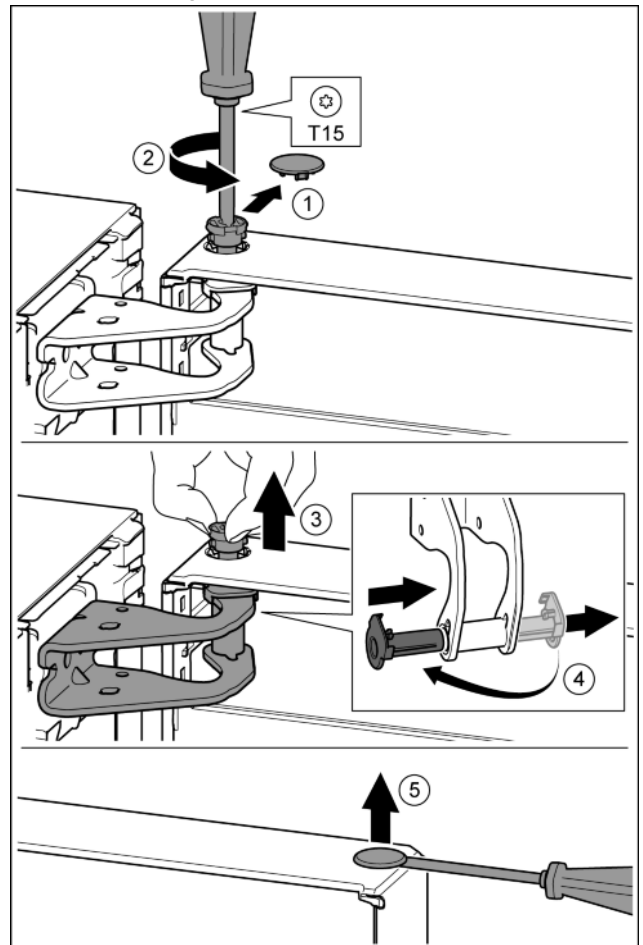

Fig. 10
- Veiligheidsafdekking voorzichtig eraf trekken. *Fig. 10 (1)*
- Bout met schroevendraaier T15 een stukje eruit draaien. *Fig. 10 (2)*
- De deur vasthouden en de bout met de vingers eruit trekken. *Fig. 10 (3)*
- Lagerbussen uit de geleiding trekken. Op de andere kant aanbrengen en vastklikken. *Fig. 10 (4)*
- Stop voorzichtig met een sleufschroevendraaier uit de lagerbus van de deur optillen en eruit trekken. *Fig. 10 (5)*